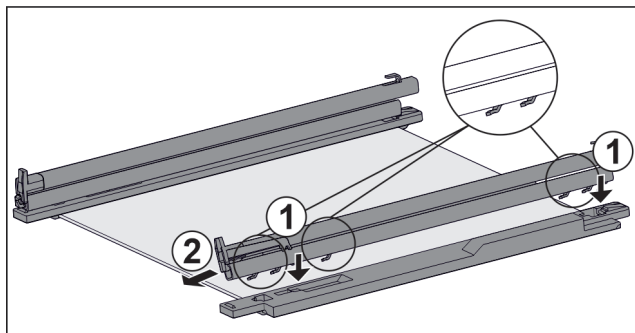

Fig. 157 Glasplatte mit Schienen und Halteteilen
teils setzen. Fig. 157 (1)
- ▶ Schiene nach vorne ziehen. Fig. 157 (2)